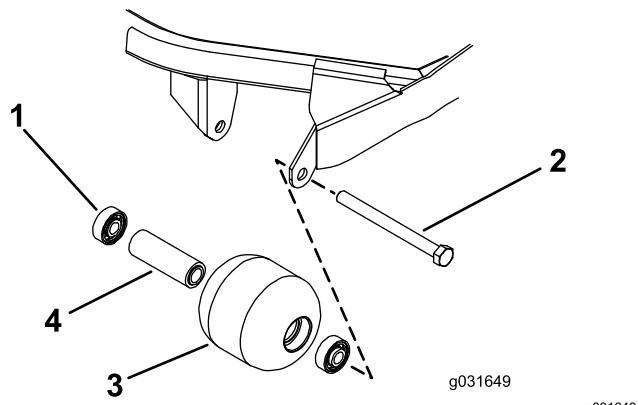

Figure 75
1. Retirez le boulon de fixation du galet (Figure 75).
- Vérifiez l'état du logement de roulements, des roulements et de la douille d'écartement (Figure 75).
- En exerçant une pression uniquement sur la bague extérieure ou uniformément sur les bagues intérieure et extérieure, poussez le premier roulement dans le logement du galet (Figure 75).
- Insérez l'entretoise (Figure 75).
- En exerçant une pression uniquement sur la bague extérieure ou uniformément sur les bagues intérieure et extérieure, poussez le second roulement dans le logement du galet jusqu'à ce qu'il rencontre l'entretoise (Figure 75).